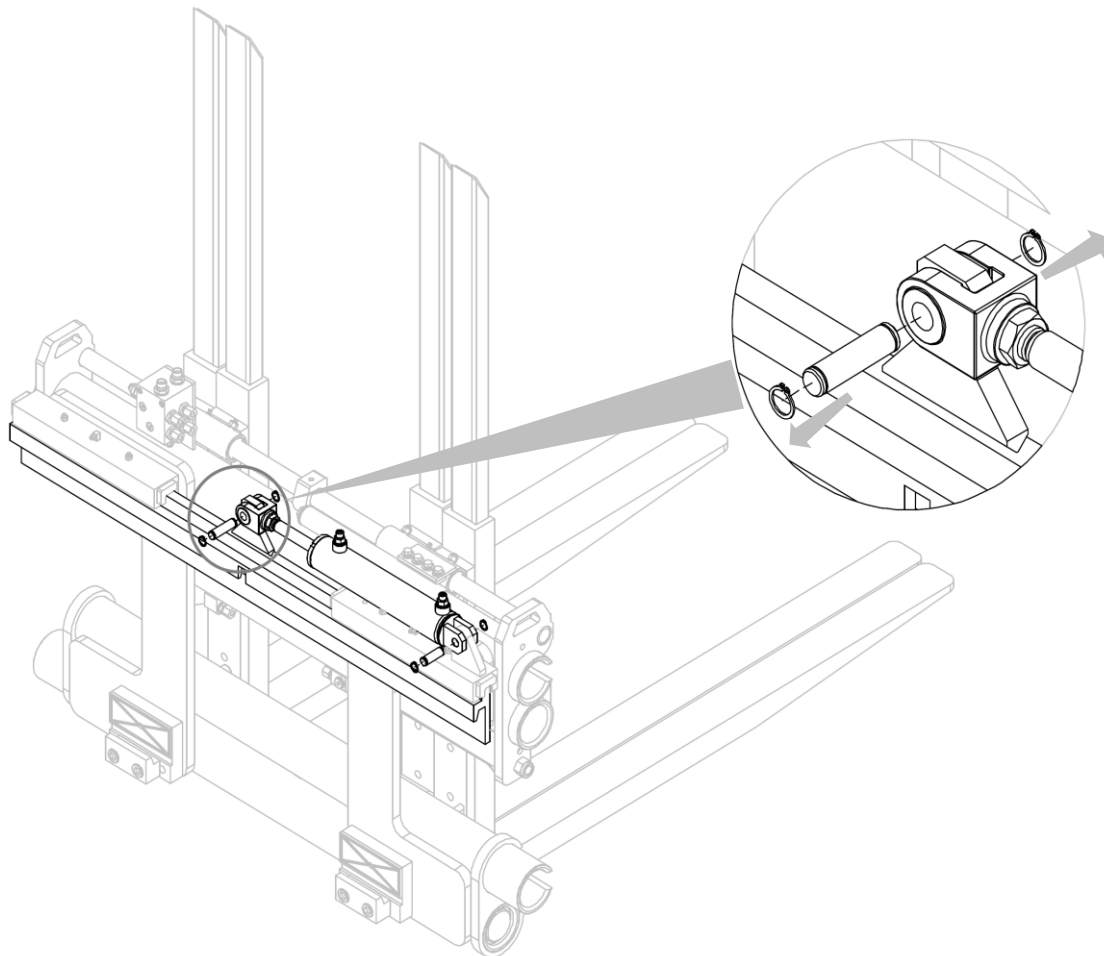

Figure 23
7. Se référer à la *Figure 23*.